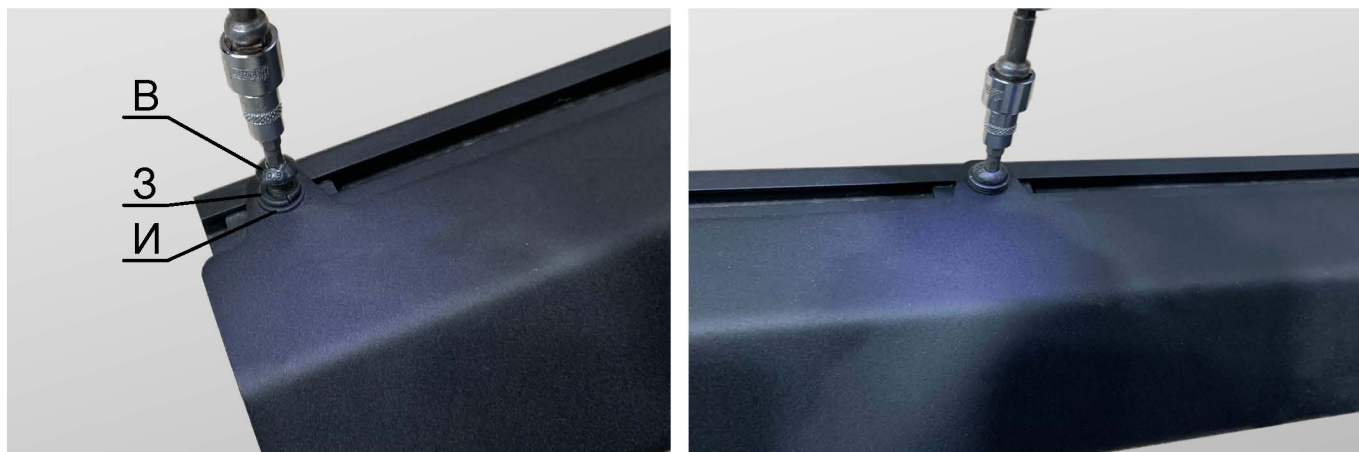

Рис. 6
4. Закрепите Дефлектор (Поз.6) на Профиле (Поз.5), используя Винт 6x16 (Поз. В), Шайбу 8 гровер (Поз. З) и Шайбу 8 (Поз. И), как показано на рис. 6.